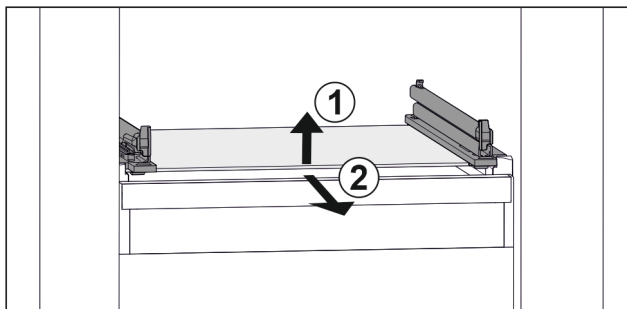

Fig. 162 Exemple de représentation de la tablette en verre
- Soulever la tablette en verre par l'avant. Fig. 162 (1)
- Retirer la tablette en verre par l'avant. Fig. 162 (2)